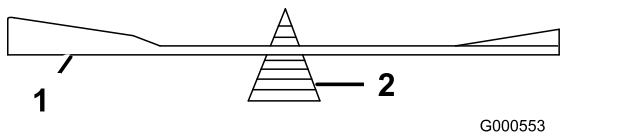

Рисунок 72
2. Перевірте баланс ножа, встановивши його на балансір леза (Рисунок 72).